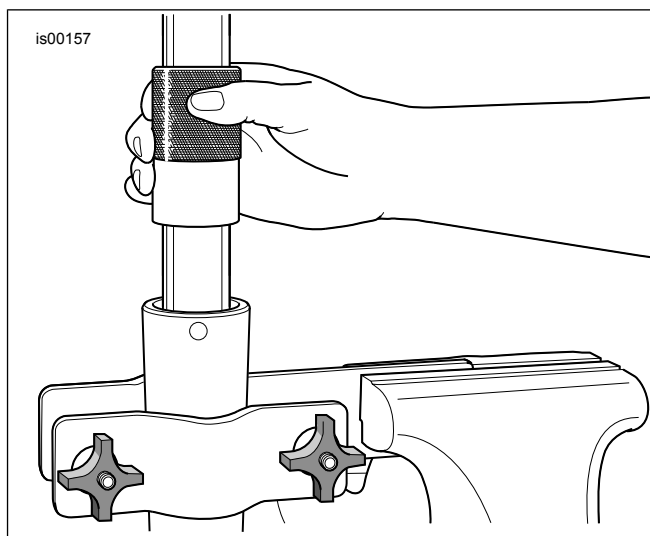

Figura 7. Montare garnitură de ulei de furcă
12. Ungeți Diametru interior (ID) și Diametru exterior (OD) de la bucșa glisorului (E) cu ulei curat pentru furcă.
14. Glisați distanțierul de etanșare (D) în jos pe tubul furcii până când acesta atinge bucșa glisorului în oricare direcție.
15. Ungeți ID al **noii** garnituri de ulei a furcii (4) cu ulei curat pentru furcă.
18. A se vedea figura 7. Alegeți instrumentul pentru garnitură/bucșă furcă (HD-45305) și continuați, după cum urmează:
- b. A se vedea figura 7. Folosind instrumentul ca un ciocan glisant, împingeți garnitura de ulei a furcii (cu distanțierul și bucșa glisorului) în jos pe tubul furcii până când canelura clemei opritor este vizibilă în diametrul interior al glisorului furcii.